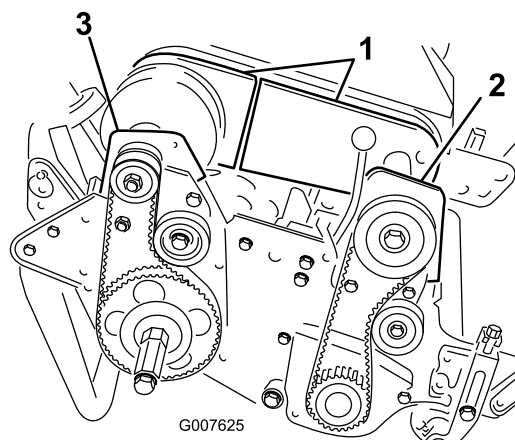

Figura 35
4. Rimuovete i bulloni che fissano la sezione anteriore e posteriore della copertura del differenziale all'alloggiamento del differenziale stesso e fate scorrere le sezioni della copertura in modo da scoprire la cinghia (Figura 35).
6. Togliete i 2 bulloni e i dadi di bloccaggio che fissano la sede frizione anteriore alla piastra laterale (Figura 35).
8. Togliete i 2 bulloni e i dadi di bloccaggio che fissano la sede cuscinetto posteriore alla piastra laterale (Figura 35).